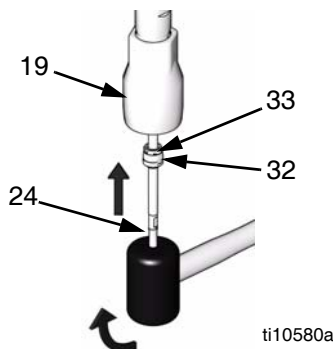

FIG. 24
10. Lubrique la biela de cebado (24) y deslice la válvula de admisión montada en la biela. Compruebe que la tuerca de presión (33) entra la primera en la biela. Empuje el conjunto de la válvula subiéndolo por la varilla, parando antes de que alcance el alojamiento de la válvula de admisión (19). Vea FIG. 24.
11. Sujete el cuerpo de la válvula (32) firmemente con una llave mientras apriete la tuerca de presión (33) con una llave ajustable; consulte el par correcto en la tabla siguiente. Utilice una maza de goma sobre la biela de cebado (24) para guiar el conjunto de la válvula hasta el tope.